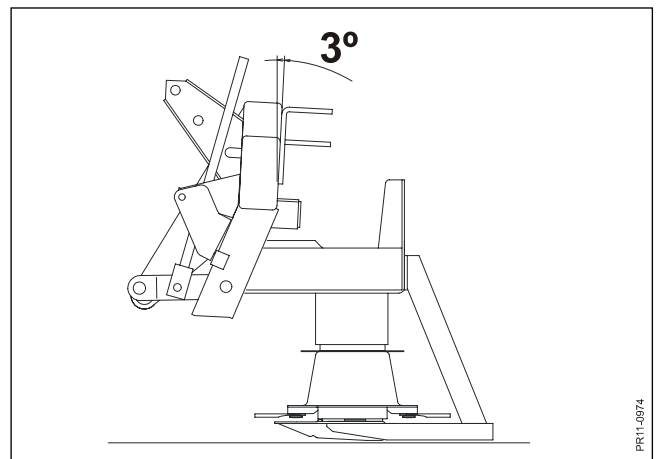

Fig. 3-10
- Fig. 3-10** La hauteur de coupe peut être augmentée en inclinant la machine jusqu'à 3° vers l'arrière, pour que la barre de coupe reste horizontale au dessus du sol.